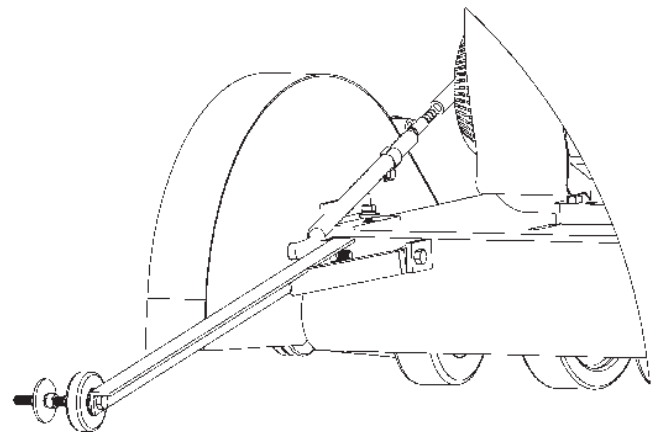

Figura 10.1 Tornillo de Fijación para la cubierta de Disco
1. **Tolva del disco.** Remueva los tornillos que sujetan a la cubierta y gire sobre su eje la cubierta del disco hacia atrás (Figura 10.1).
2. **Tuercas del disco (6).** Desatornille la tuerca del eje del disco del lado derecho. (se afloja en el sentido de las manecillas del reloj y apriete contra el sentido de las manecillas del reloj). Utilice la llave de tuercas y el bloqueador del eje motriz localizados en los postes del chasis.